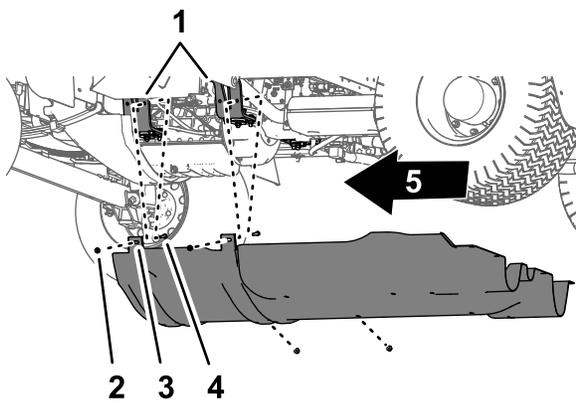

Bild 63
2. Nehmen Sie die vier Sicherungsbundmutter (5/16") von den Schrauben und der Schlossschraube ab, mit denen die Befestigungsnasen der Fahrwerkabdeckung an den Befestigungshalterungen des Motors der Maschine befestigt sind (**Bild 63**).
4. Nehmen Sie die Fahrwerkabdeckung von der Maschine ab (Bild 62 und Bild 63).
1. Fluchten Sie die Fahrwerkabdeckung mit dem unteren Chassis der Maschine aus, siehe Bild 63 in Entfernen der Fahrwerkabdeckung \(Seite 57\).
2. Schieben Sie die Befestigungsnasen der Fahrwerkabdeckung über die Schrauben und die Schlossschraube an den Motorbefestigungshalterungen der Maschine, siehe Bild 63 in Entfernen der Fahrwerkabdeckung \(Seite 57\).
3. Befestigen Sie die Fahrwerkabdeckung mit den vier Sicherungsbundmutter (5/16"), die Sie in Schritt 2 von Entfernen der Fahrwerkabdeckung \(Seite 57\) entfernt haben, an den Befestigungshalterungen des Motors (Bild 63).